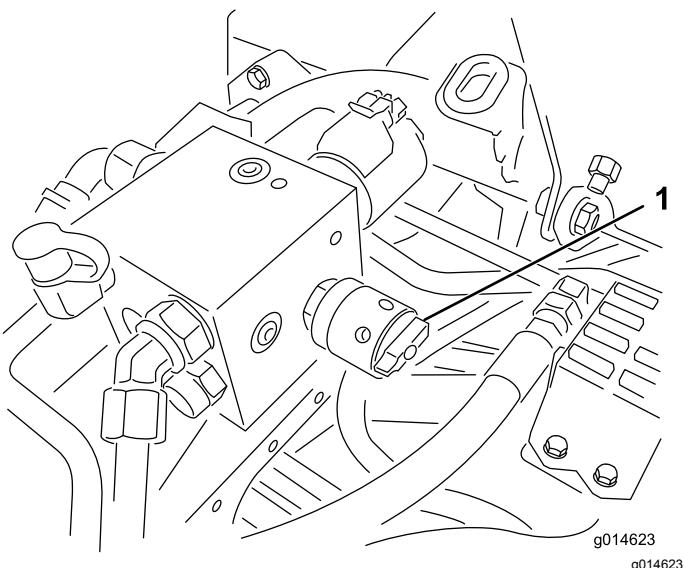

Figura 53
- Regolate la velocità dei cilindri ruotando la manopola (Figura 53) fino a quando le frecce degli indicatori non sono allineate con il numero determinato al passaggio **3**.
6. Girate il comando di velocità dei cilindri in posizione 1 (Figura 53).